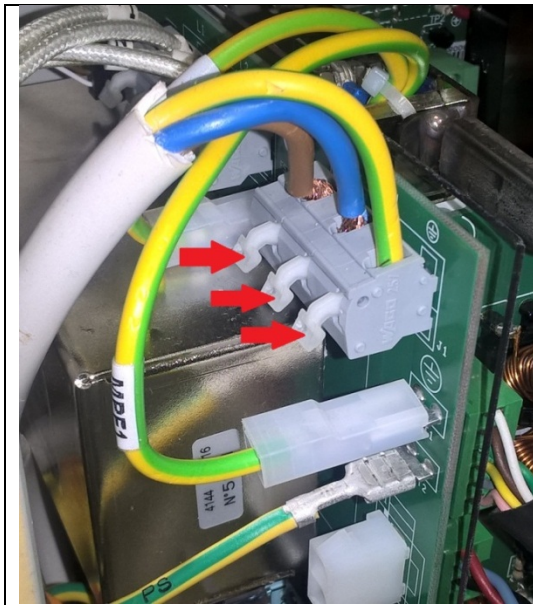
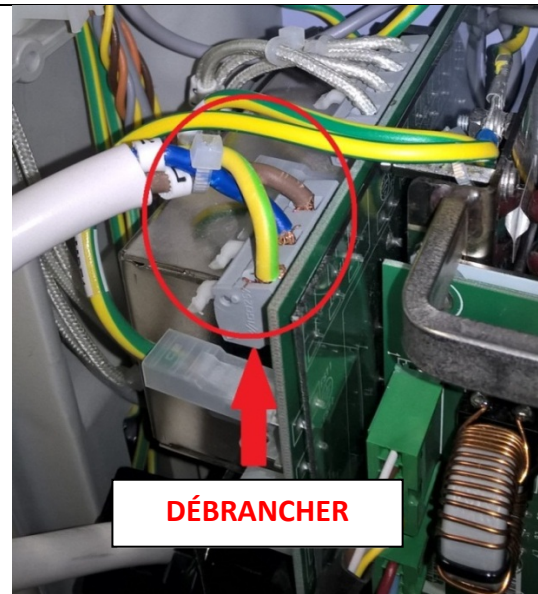

Fig. 4
Fig. 5
6. Débranchez le câble d'alimentation en appuyant sur les leviers de dégagement des bornes (**Fig. 4 et Fig. 5**).